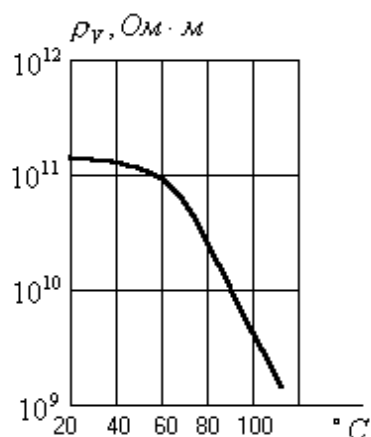

Рис. 1.1. Зависимость удельного объемного сопротивления фенолоформдегидной смолы от температуры
28. На рисунке (рис.1.1) изображена зависимость удельного объемного сопротивления фенолоформдегидной смолы от температуры. Определите